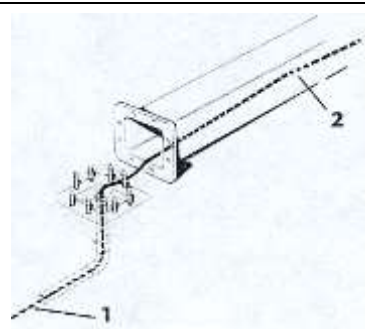

fig. 23
- a. Dans le cas où le câble 1 dépasse du tuyau prédisposé dans le massif, insérer le câble directement dans la colonne jusqu'à ce qu'il atteigne le trou 2 situé au sommet de la colonne. (fig. 23)